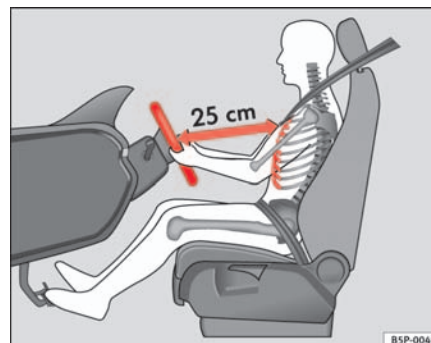

Fig. 93 Posición correcta del conductor
- Ajuste el volante hasta alcanzar la posición deseada ⇒ fig. 93.
- Ajuste el asiento del conductor o el volante de modo que quede una distancia mínima de 25 cm entre el volante y el tórax ⇒ **página 133, fig. 93**. ¡Si no respeta la distancia mínima, el airbag no le protegerá adecuadamente y corre peligro de muerte!